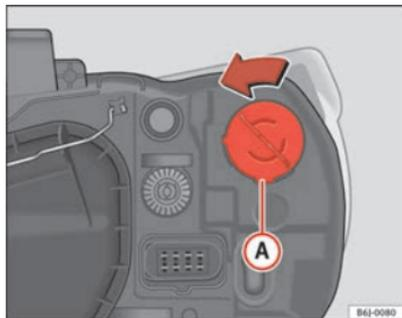

Abb. 137 Blinker bei
- Die Fassung ⇒ Abb. 137 **A** nach links drehen und ziehen.